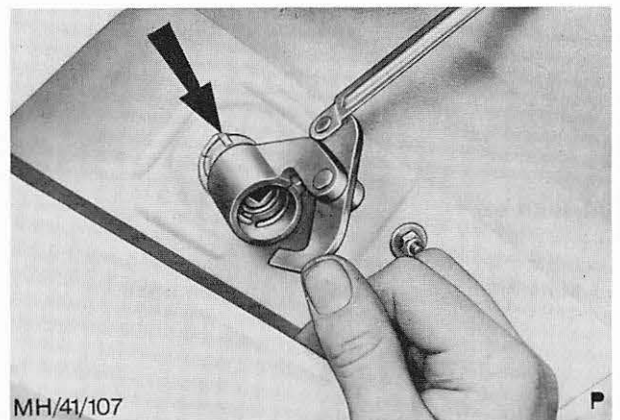

Abb. 63 Schloßbetätigungsgestänge unter Beachtung der Verzapfung (Pfeil) aufschieben
7. Gestänge über das Schließzylindergehäuse am Rückwandtürgriff schieben, dabei Verzapfung beachten. Teile mit großer Mutter befestigen. Abb. 63.